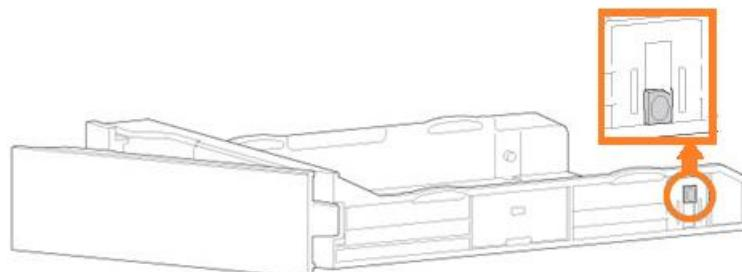

Рисунок 103 - Переключатель адаптера SSD
- 4.4) В нижнем правом углу лотка жестких дисков имеется переключатель адаптера SSD (см. Рисунок 103). Переключить его в нижнее положение.